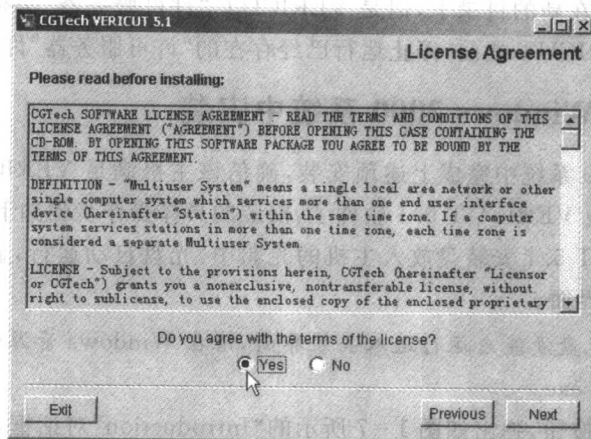

图 1-8 “License Agreement”对话框
(3) 单击“Next”按钮,弹出如图 1-8 所示的“License Agreement”对话框,选中“Yes”单选按钮,接受该软件的许可协议。